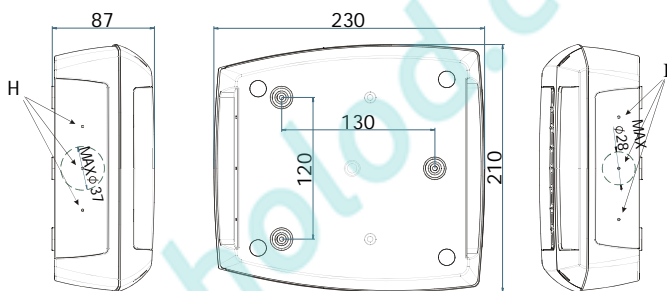

Рис. 3
3. Сделайте подходящие отверстия для кабелей или труб, используя разметку в нижней крышке контроллера Cool Mate, (Рис. 3, H, I). Затем сделайте 3 отверстия в стене, как показано на (Рис. 3, L, M, N), чтобы закрепить Cool Mate.
5. Вставьте дюбели, поставляемые в комплекте, в отверстия, сделанные в стене. Затем используйте уплотнительную прокладку и закрепите заднюю часть контроллера Cool Mate (Рис. 3, L, M, N) на стене с помощью 3 винтов.
5. Сделайте подходящие отверстия для кабелей или труб, используя разметку в нижней крышке контроллера Cool Mate, (Рис. 3, H, I).